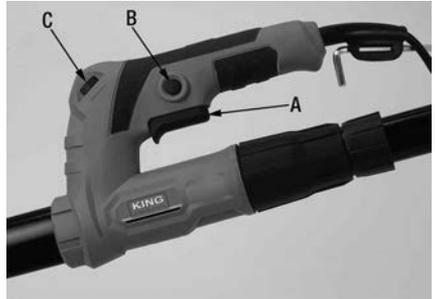

FIGURE 9
1. Cette Ponceuse à cloisons sèches est contrôlée par la gâchette (A) Fig.9. Pour mettre la machine en marche, maintenez la gâchette appuyée. Pour l'arrêter, relâchez la gâchette.
1. Cette Ponceuse à cloisons sèches est capable de fonctionner en continu sans avoir à maintenir la gâchette. Pour obtenir un fonctionnement continu, maintenez d'abord la gâchette (A) Fig.9 enfoncée. Ensuite appuyez sur le bouton de verrouillage (B) Fig.9, relâchez la gâchette pour verrouiller la gâchette. Pour libérer cette position de verrouillage et arrêter la Ponceuse à cloisons sèches, appuyez sur la gâchette et relâchez-la.
1. Cette Ponceuse à cloisons sèches comprend un cadran de vitesse variable (C) Fig.9 qui règle la vitesse de rotation en tours/minute du patin de ponçage/papier de ponçage.
2. Tournez le cadran de vitesse variable (C) Fig.9 vers la gauche pour augmenter la vitesse ou vers la droite pour la réduire.